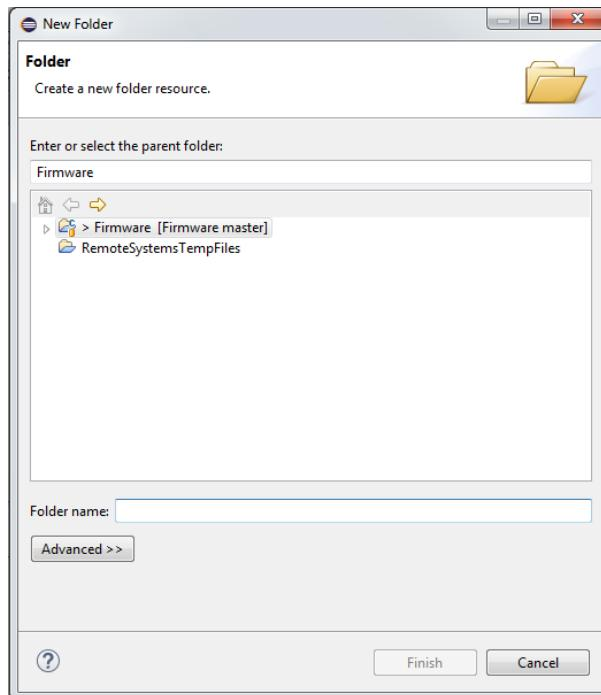

Figura 24: Creación de Nuevo Directorio. Ventana de Creación.
- **Paso 2:** A continuación se abre una ventana como la Figura 24 que permite designar el nombre de dicho directorio, en el cual se ubica el proyecto que se implementa. El usuario debe recordar que para compilar dicho proyecto debe establecer la ruta que le corresponde sobre el archivo *Makefile*. Asimismo, deben agregarse los directorios *etc*, *mak*, *inc*, y *src*, sobre el directorio creado recientemente.